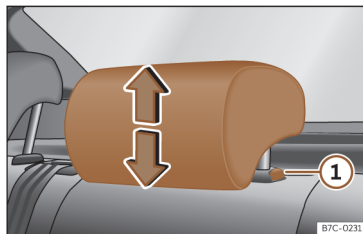

Abb. 87 Kopfstütze hinten: Kopfstützeinstellung.
- Fassen Sie die Kopfstütze seitlich mit beiden Händen und schieben Sie sie nach oben bis sie in der gewünschten Position einrastet. Gehen Sie zum Absenken auf gleiche Weise vor und drücken Sie die seitliche Taste **1** >>> (**Abb. 87**).